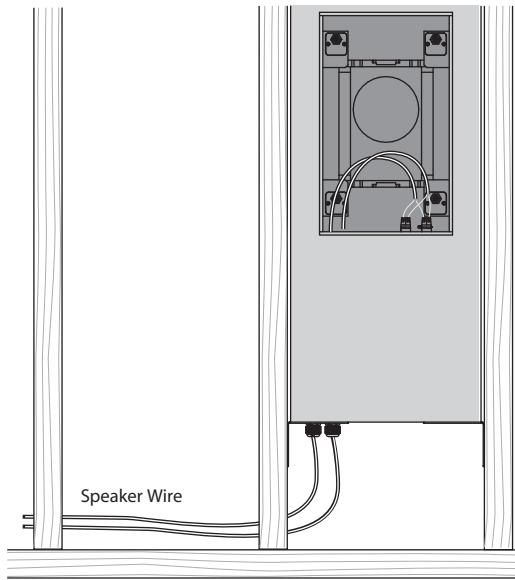

Fig. 4. Instalação do fio do alto-falante na parte traseira da lata
2. Instale o fio do alto-falante através de um dos prensa-cabos e deixe folga suficiente para fazer as conexões (Fig. 4). Aperte o prensa-cabo e prenda o cabo do alto-falante para evitar que ele se mova e chacoalhe durante a operação. Certifique-se de que o cabo do alto-falante não entre em contato com pregos ou parafusos que possam danificar o isolamento. Um segundo prensa-cabo é fornecido para permitir que um segundo cabo de alto-falante seja instalado.